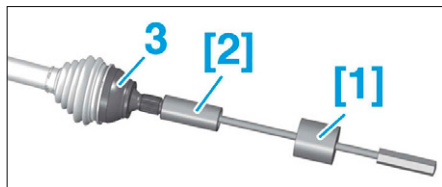

FIG. 7
- Déposer, à l'aide des outils [1] et [2] le joint homocinétique (3) (Fig.7).